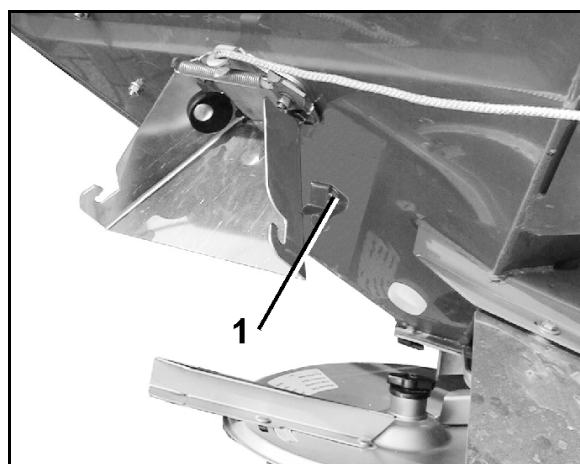
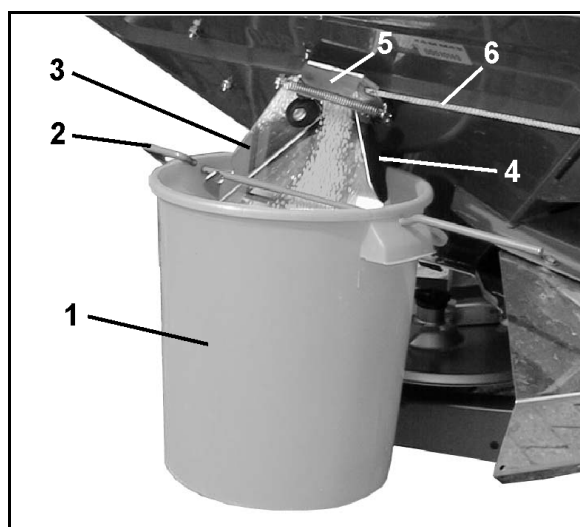

Fig. 51
Fig. 52
1. Suspendați buncărul de colectare (Fig. 52/1) cu ajutorul etrierului (Fig. 52/2) la jgheabul de evacuare (Fig. 52/3). Agățați buncărul de colectare în dispozitivul de prindere (Fig. 52/4 și Fig. 51/1).
2. Deschideți complet vana laterală (Fig. 52/5) de la jgheabul de evacuare pentru cca. 5 secunde cu ajutorul cablului (Fig. 52/6) (pentru a asigura un debit uniform de îngrășământ). Returnați cantitatea de îngrășământ colectată în distribuitor.